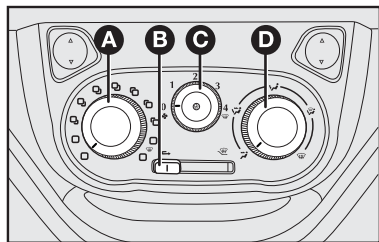

fig. 38
COMANDOS - fig. 38
1) Seletor para a temperatura do ar **A-fig. 38** totalmente posicionado à esquerda.
2) Seletor do ventilador **C-fig. 38** posicionado na velocidade máxima.
3) Seletor de distribuição do ar **D-fig. 38** apontado para ; controlar para que todas as saídas de ar estejam totalmente abertas.
4) Ligar o ar-condicionado apertando o seletor a partir da posição 1 **C-fig. 38** (a luz-espia no seletor irá acender).
baçamento e ativar o condicionador, apertando o seletor **C-fig. 38**.
- 1) Condicionador de ar ligado: seletor **C-fig. 38**.